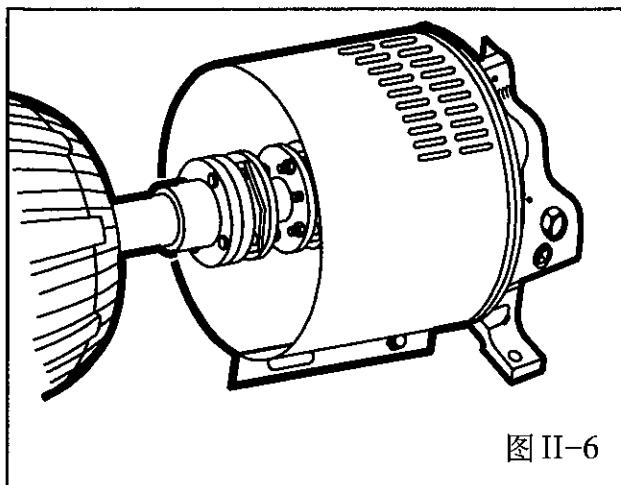
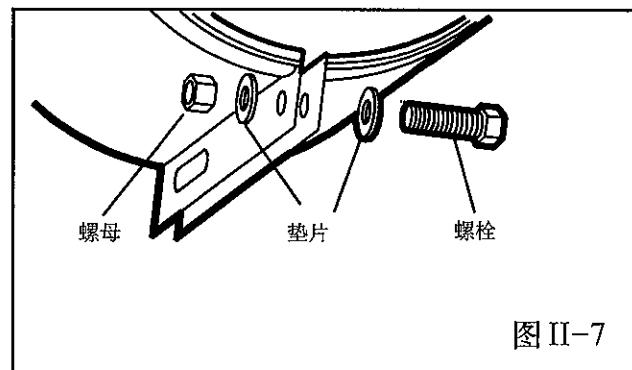

图 II-6
图 II-7
3. 当联轴器护罩(泵端)安装到端板上后,用一个螺栓、螺母和两个垫圈穿过联轴器端部的孔中将其固定,如图II-6所示,拧紧螺母(图II-7)。